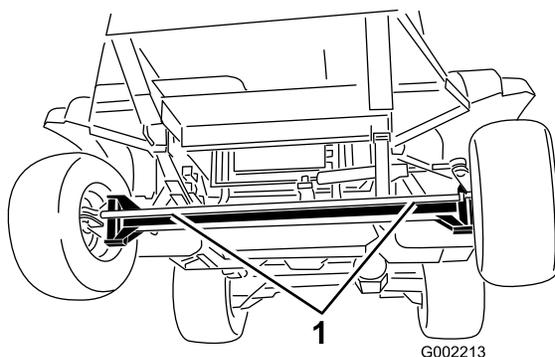

Figura 28
2. Coloque um cabo de reboque na estrutura. Veja os pontos de reboque dianteiros e traseiros nas figuras Figura 28 e Figura 29.